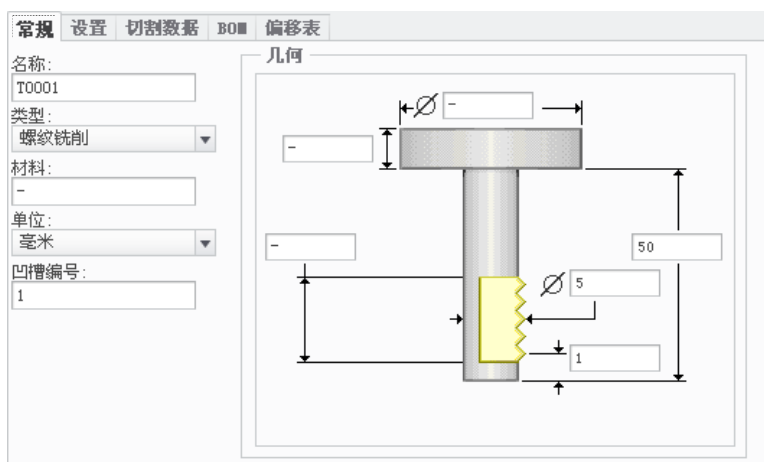

图 4.2.7 “刀具设定”对话框
Step3. 在弹出的“刀具设定”对话框的“常规”选项卡中设置图 4.2.7 所示的刀具参数，设置完毕后依次单击“应用”和“确定”按钮，返回到“螺纹铣削”操控板。